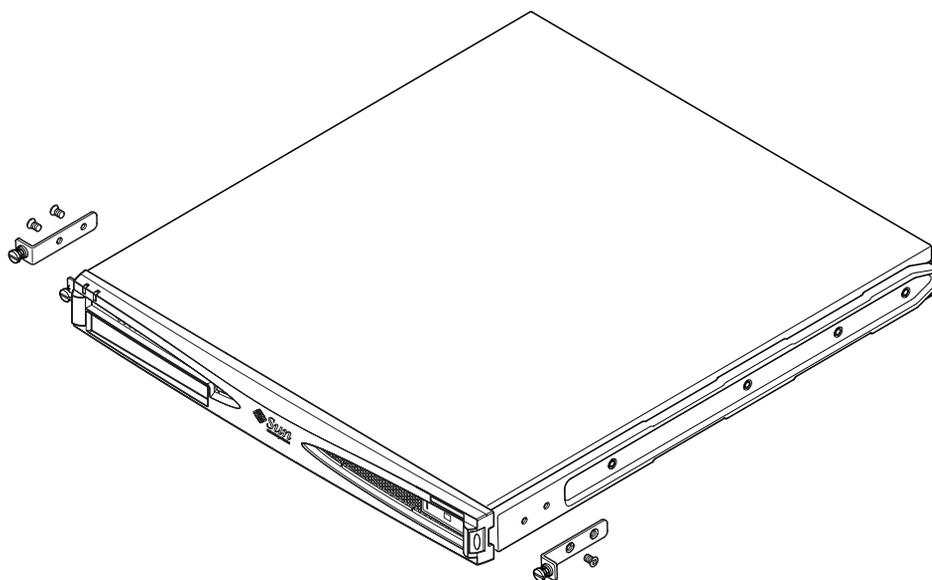

FIGURE 5-10 Suppression des supports à tête taillée
1. Retirez les supports de montage du châssis avec vis à tête taillée des deux côtés du système (voir la FIGURE 5-10).